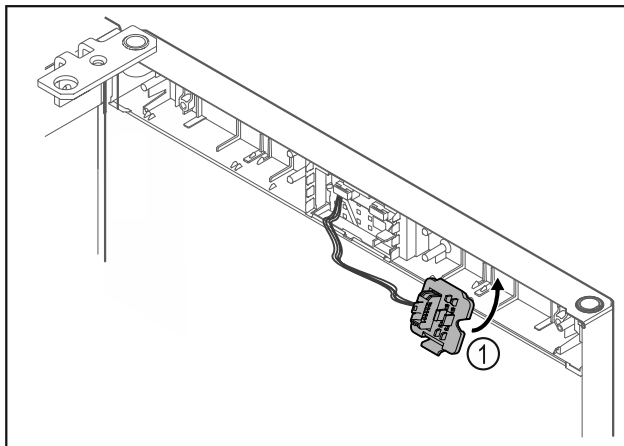

Fig. 16
- ▶ Зафиксируйте держатель штекера Fig. 16 (1) на противоположной стороне.*